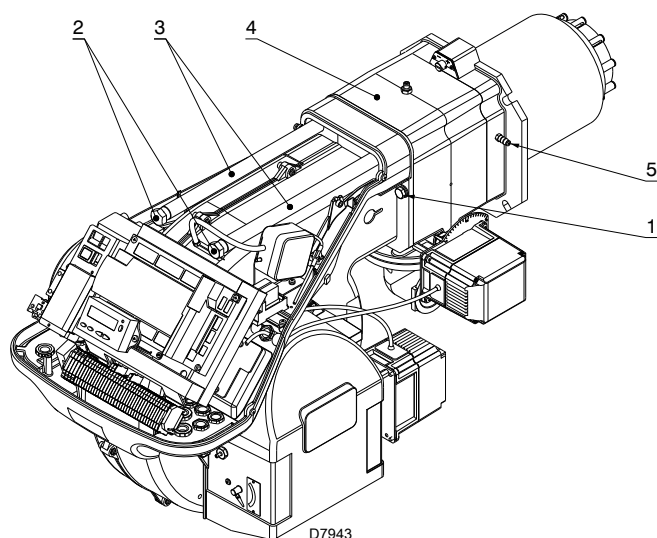

图 21
- ▶ 插入探针和电极电缆，然后将燃烧器滑到离管接头最远处——燃烧器位置如图 21 所示；